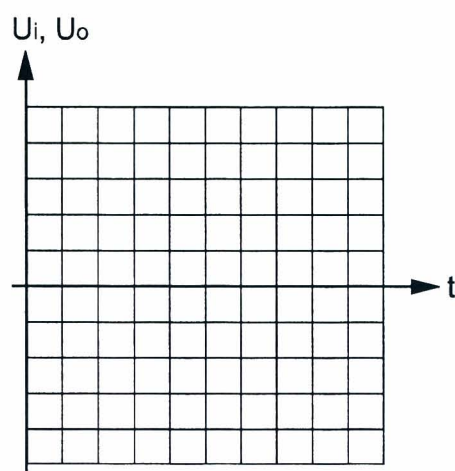

Fig. 3.3
- 11) representar en la Fig. 3.3 las señales visualizadas en el osciloscopio;